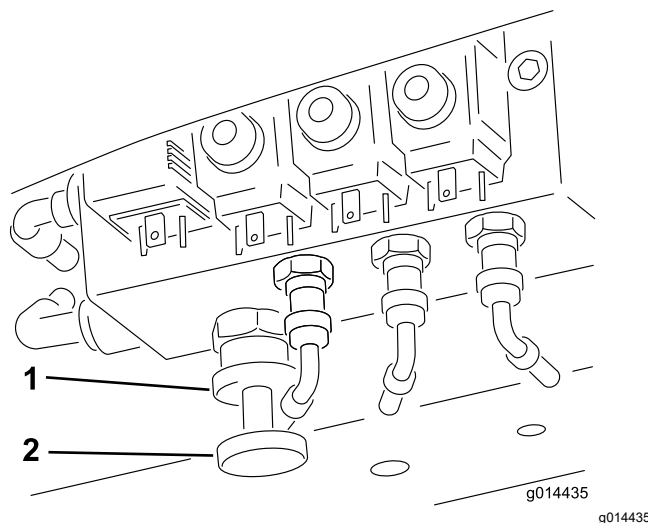

Figura 33
Trasferimento del peso. La portata del trasferimento di peso può essere variata a seconda delle condizioni in cui si opera, ruotando la rotella di trasferimento del peso (**Figura 33**) nel modo seguente:
1. Allentate il dado di bloccaggio della valvola girandolo di 1/2 giro in senso antiorario e mantenetelo in questa posizione (**Figura 33**).
2. Ruotate la rotella della valvola (**Figura 33**) in senso antiorario al fine di ridurre il trasferimento di peso oppure in senso orario per aumentarlo.